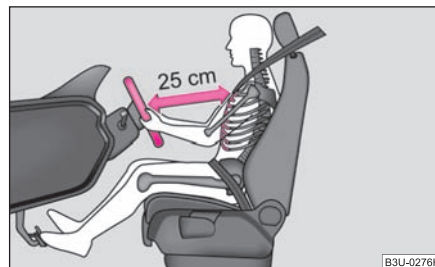

Fig. 4 La distancia correcta entre el conductor y el volante
- Ajuste el volante de tal modo, que la distancia entre el volante y el esternón sea, como mínimo, de 25 cm ⇒ fig. 4. Si no respeta la distancia mínima, el sistema de airbag no podrá protegerle – ¡Peligro de muerte!